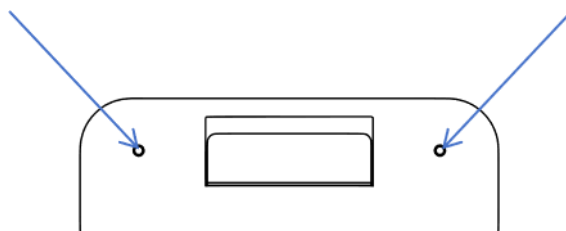

Figure 4.1
(1) Mesurez avec le ruban à mesurer et marquez au marqueur à une hauteur de 0,8 ~ 1,2 m du sol (si le terrain est bas, la hauteur peut être augmentée si nécessaire). Placez le gabarit de perçage horizontalement au-dessus de la marque.
(2) Marquez les 4 trous de fixation du gabarit de perçage sur le mur avec le marqueur, et percez à une profondeur de 35 mm avec la perceuse électrique.
(3) Insérez 4 chevilles dans les trous percés, et fixez la plaque métallique arrière avec 2 vis à expansion, comme indiqué dans la **Figure 4.1**.